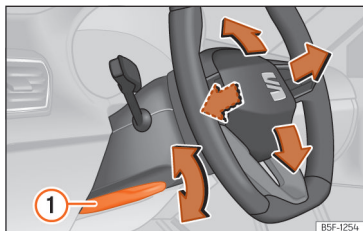

Fig. 62 Alavanca na parte inferior do lado esquerdo da coluna de direção
- Puxe a alavanca »» Fig. 62 ① para baixo, mova o volante até à posição desejada e volte a subir a alavanca até ao ponto de fecho.
- Após ajustar a coluna da direção, empurre firmemente a alavanca »» Fig. 62 ① para cima para que o volante não mude de posição acidentalmente durante o andamento.